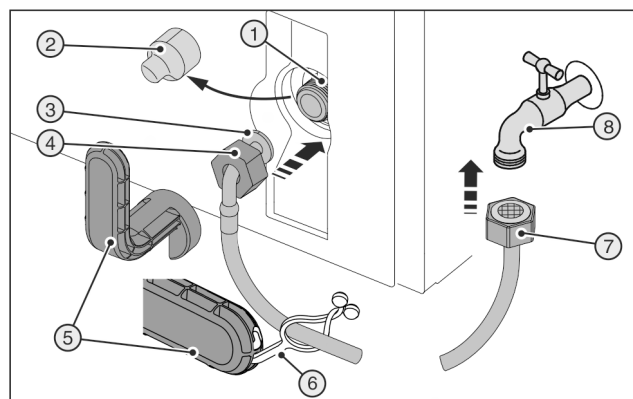

Fig. 45
Zerbrochenes Hilfswerkzeug Fig. 45 (5)!
- ▶ Hilfswerkzeug Fig. 45 (5) ausschließlich bei Raumtemperatur verwenden.
- ▶ Abdeckung Fig. 45 (2) abziehen.
- ▶ Erleichterte Montage: Gerades Schlauchende Fig. 45 (7) nach links auf den Boden auslegen.
- ▶ Mutter Fig. 45 (4) über abgewinkeltes Schlauchende Fig. 45 (3) bis zum Ende schieben und festhalten.
- Lasche Fig. 45 (6) in Hilfswerkzeug Fig. 45 (5) einhaken und zur Aufbewahrung am Edelstahlschlauch befestigen.